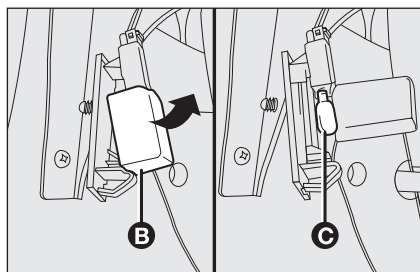

fig. 44
- aprire il coprilampada **B**-fig. 44 e sostituire la lampada **C** inserita a pressione;